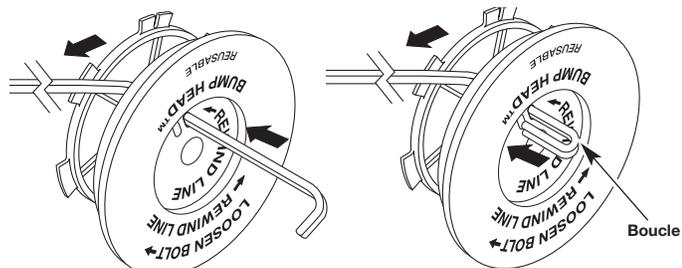

Fig. 32
- Découpez environ 3 m (10 pi) de fil neuf. Insérez une extrémité de fil dans l'un des deux trous du moulinet intérieur (Fig. 32). Tirez le fil jusqu'à ne laisser que 10 cm (4 po) environ.
- Insérez l'autre extrémité du fil dans le trou ouvert du moulinet et tirez sur le fil pour que la boucle soit le plus petit possible (Fig. 32).